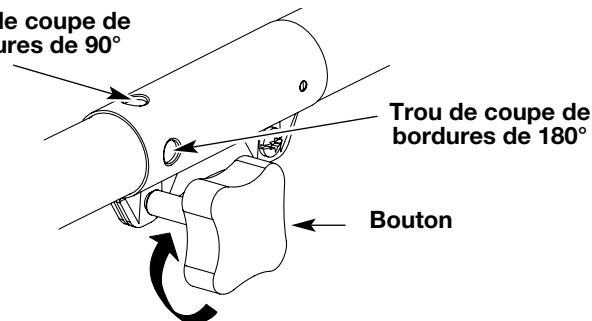

Fig. 3
3. Serrez le bouton en le tournant à droite (Fig. 3).
Pour couper les bordures à l'aide de l'accessoire à désherber à arbre droit, verrouillez le bouton de déclenchement de l'accessoire de coupe dans le trou de 90° ou de 180° (Fig. 3).